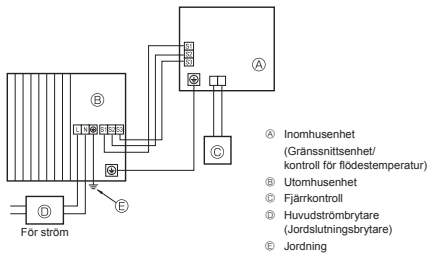
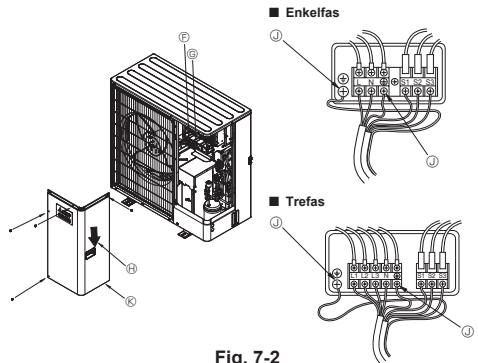

Fig. 7-1
Fig. 7-2
7.1. Utomhusenhet (Fig. 7-1, Fig. 7-2)
- ① Ta bort servicepanelen.
- ② Hänvisa till Fig. 7-1 och Fig. 7-2 när kabla dras.